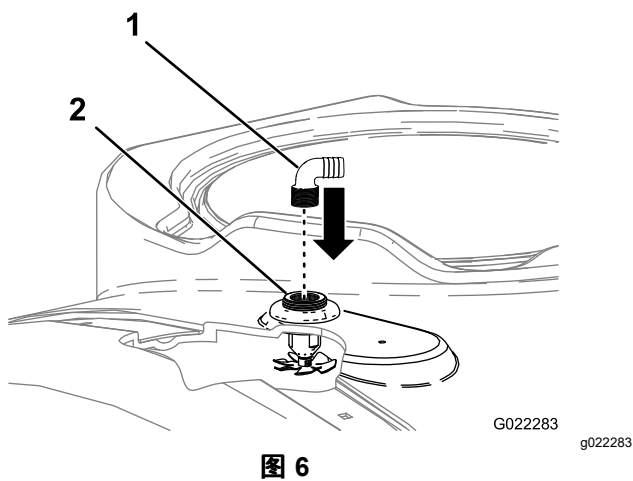

图 6
4. 将 2 个冲洗喷嘴软管宝塔接头安装到冲洗喷嘴隔板的螺纹开口中 图 6。